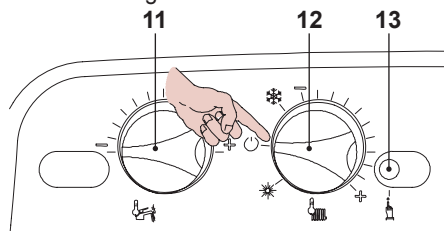

Fig. 5.42
- Per uscire dalla programmazione posizionare il selettore di funzione / manopola regolazione temperatura riscaldamento 12 come indicato in Fig. 5.42.